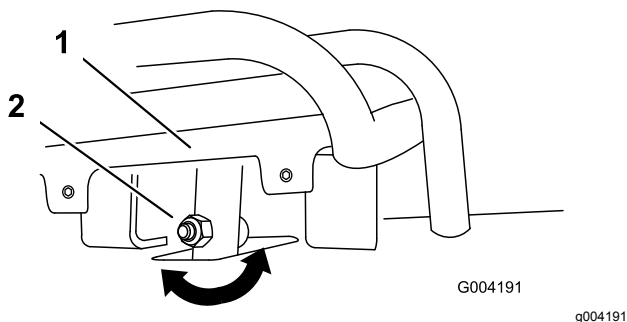
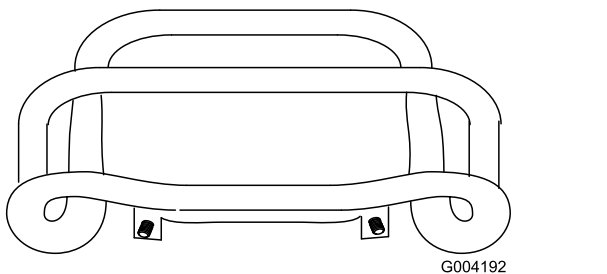

Figura 55
Figura 56
4. Se a parte da frente do controlo não ficar alinhada com a barra de referência, desaperte a porca e o parafuso na haste do controlo de tração (Figura 55).
5. Ajuste o controlo de tração de modo a que fique alinhado com a barra de referência quando é puxado a direito para trás (Figura 55 e Figura 56).
- C. Desaperte a porca flangeada e o parafuso na haste do controlo de tração (Figura 55).
- I. Ajuste o controlo de tração de modo a que fique alinhado com a barra de referência quando é puxado a direito para trás (Figura 55 e Figura 56).